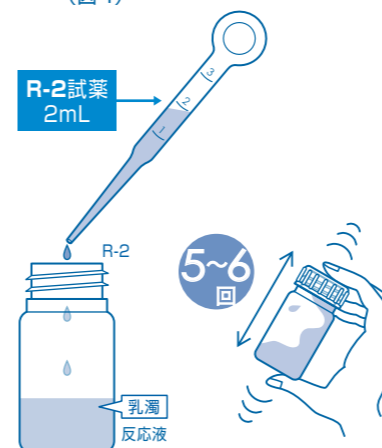

図4
④ポリビンにR-2試薬2mLをポリピペットで加え、すぐに蓋をしっかりとめてかるく5~6回振り混ぜます。(図4)